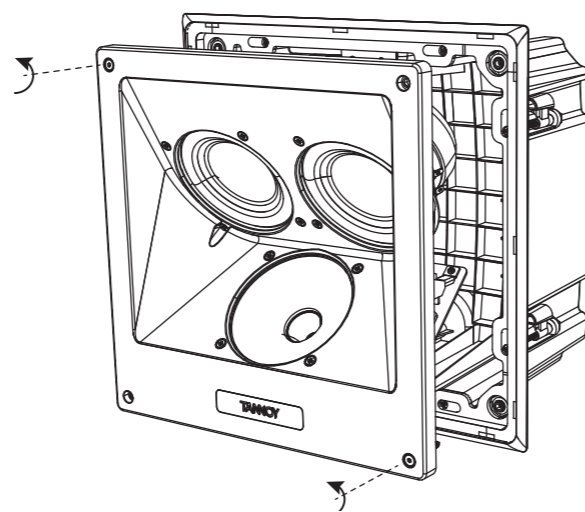

Fig. 14. Removing the loudspeaker from the back can
4. Als de luidsprekerunit al op de achterkant is gemonteerd (bijvoorbeeld tijdens verzending), verwijder deze dan van de achterkant door de schroeven los te draaien die hem op zijn plaats houden (Fig. 14).